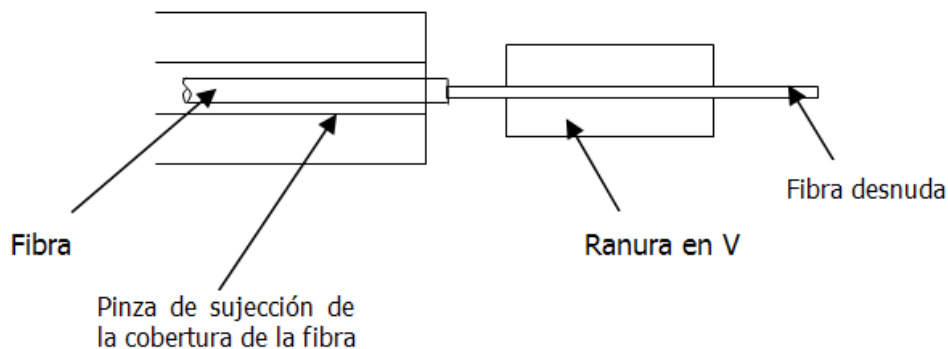

Fig. 6-1
- Encienda el equipo, y disponga las fibras tal y como puede verse en la Fig. 6-1 y Fig. 2-2. La longitud descubierta de la fibra desnuda deberá ser de 10~16 mm., y la fibra descubierta deberá colocarse en la ranura en V. La pinza de sujeción de la fibra la mantendrá en su lugar. Podrán verse las fibras en la mitad de la pantalla, no las superponga.